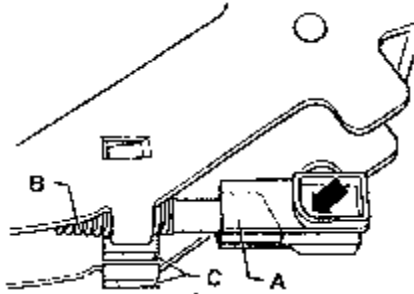

图 8-24 组装变速杆
- (3) 如图 8-24 所示，把压力弹簧（B）装到拉杆上（A），把带压力弹簧的拉杆推入到变速杆内。安装时圆角（箭头）和切口应指向行驶方向。检查拉杆在变速杆两个导向是否滑动灵活。